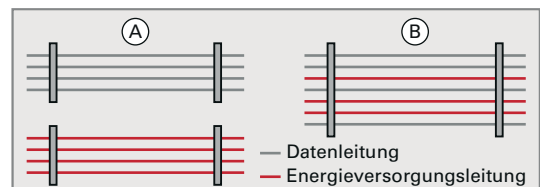

Bild 6: Verlegung von Leitungen an einer Wand
7. In einem Tunnel sind Energieversorgungsleitungen und IT-Kommunikationsleitungen an der Wand zu befestigen. Welche Art der Leitungsanordnung in Bild 6 ist wegen der EMV anzuwenden?